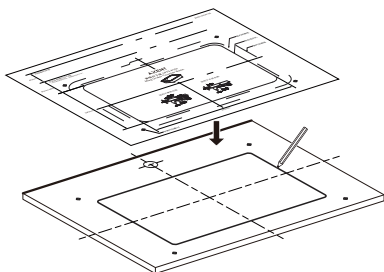

图:1
- 2.下水组溢流孔必须对准产品溢流管道出水口,否则将有可能影响溢流效果。(见图:1)